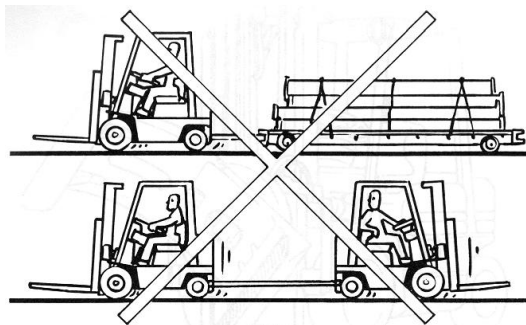

Fig. 10.8 Remolque del montacargas y transporte de montacargas semiensamblados
- La barra de tracción está ubicada debajo del contrapeso. Utilice la barra de tracción para sacar un montacargas atascado en un bache o en el barro, o para bajarlo de un remolque. No lo utilice nunca como tractor de remolque para remolcar otro montacargas o demás montacargas. (Ver Fig. 10.8)